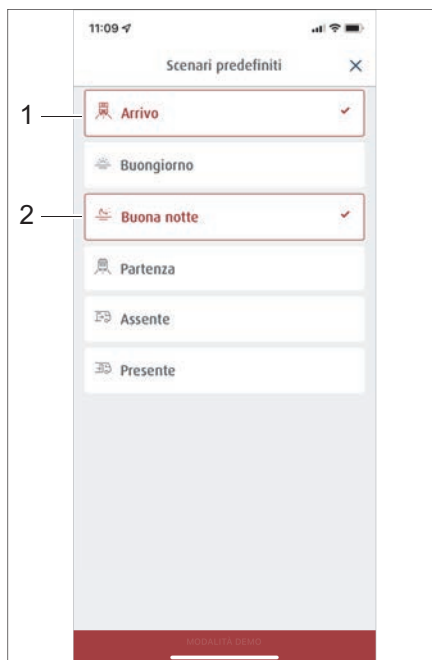
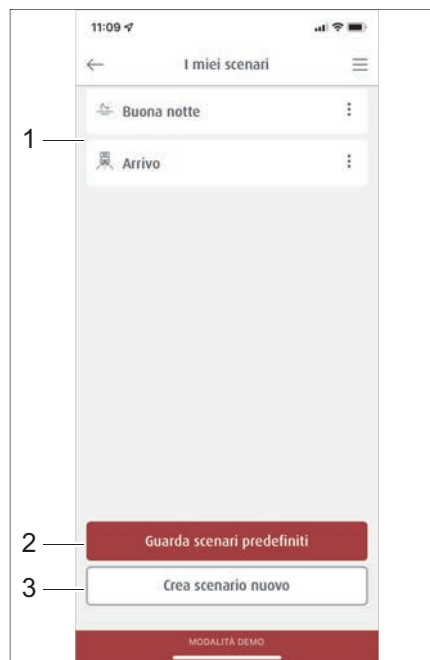

Fig. 277 Selezione di scenari precostituiti
Fig. 278 Gestione degli scenari
**Scenari** Nell'area *Scenari* sono riportati tutti gli scenari memorizzati (Fig. 278,1). Scenari precostituiti (Fig. 278,2) possono essere visualizzati oppure essere creati ex novo (Fig. 278,3).
- Digitare nel menu *Scenari* il pulsante *Visualizzare scenari preconfigurati* (Fig. 278,2). Viene visualizzata una lista con scenari preconfigurati.
- Digitare il pulsante degli scenari desiderati, ad esempio *Arrivo* (Fig. 277,1) e *Buona notte* (Fig. 277,2). I pulsanti degli scenari selezionati sono ora bordati di rosso e vengono acquisiti nella lista del menu *I miei scenari* (Fig. 278,1).